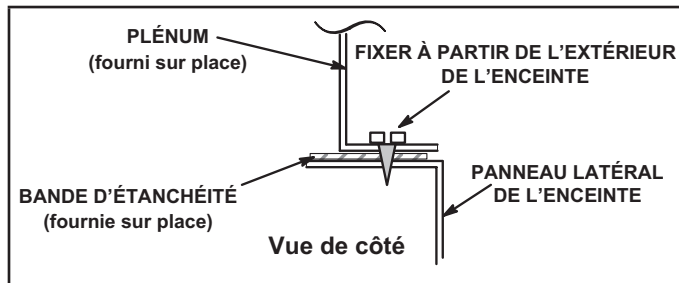
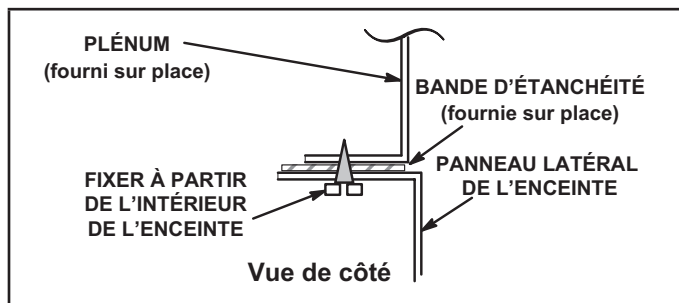

FIGURE 11
FIGURE 12
- 1 - Le bord inférieur du plénum doit être rabattu pour former un rebord (voir FIGURE 11 ou FIGURE 12).